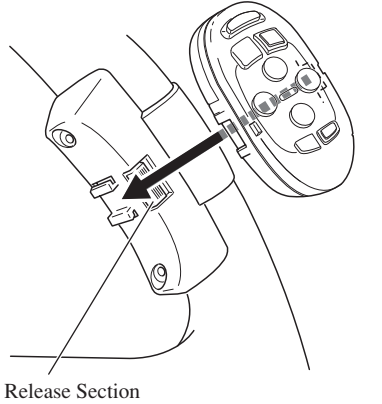

Fig. 19
4. Install the remote control unit in the holder. (Fig. 19)
4. Installer l'unité de télécommande dans le support. (Fig. 19)